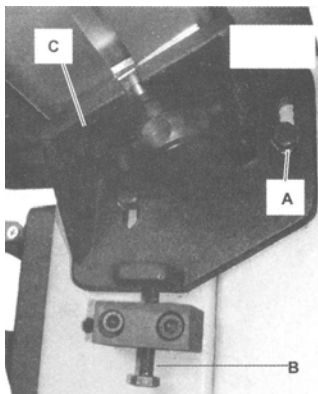
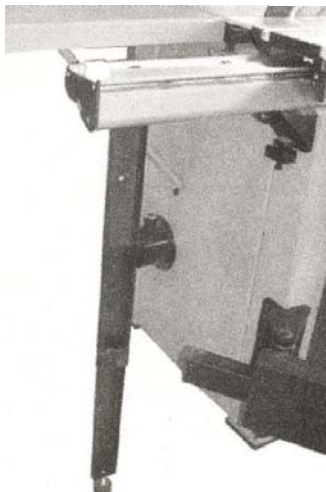
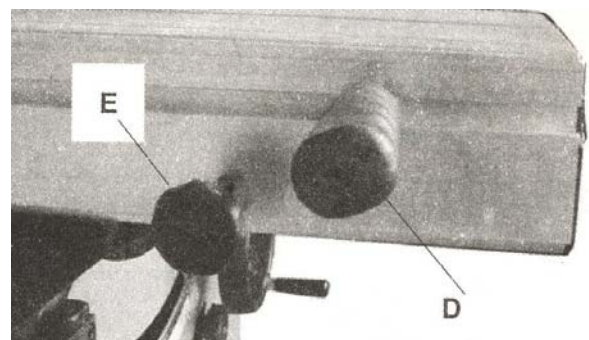

Рисунок 10.
Рисунок 11.
Рисунок 12.
Установите подвижный стол с направляющей на основание станка и закрепите зажимами (рис. 10). При помощи стопоров (С) в кронштейне отрегулируйте горизонтальное положение подвижного стола относительно основного стола, а при необходимости отрегулируйте положение кронштейна крепления. Ослабьте болты (А) и регулировочным болтом (В) опустите или поднимите кронштейн. Установите раздвижную опору на направляющую подвижного стола (рис. 11). Установите на подвижной стол рукоятку для перемещения стола (D) и стопор (E) (рис.12).